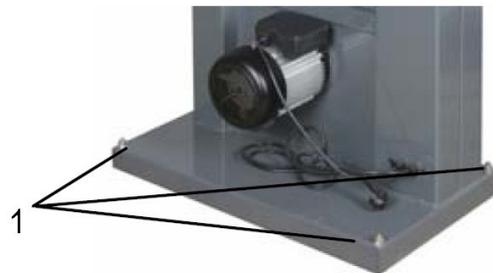

Abb. 4: Montage auf dem Untergrund
Schritt 2: Die Grundplatte der Maschine über die Bohrungen mit dem Untergrund mit vier M10-Schrauben [Abb. 4; 1] verschrauben. Die Befestigungsschrauben der Grundplatte nicht zu fest anziehen, um ein Verziehen der Platte zu vermeiden.